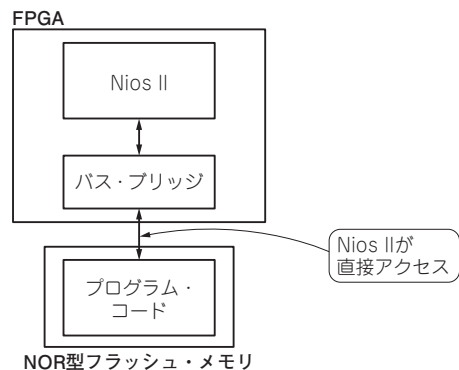

図2 外付けNOR型フラッシュ・メモリからブート
(2) 外部のNOR型フラッシュ・メモリにプログラム・コードを格納する方法 (図2)